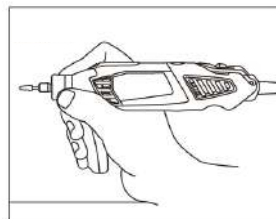

Рис. 5
3. Захват инструмента при использовании дополнительной рукоятки показан на рис. 5.